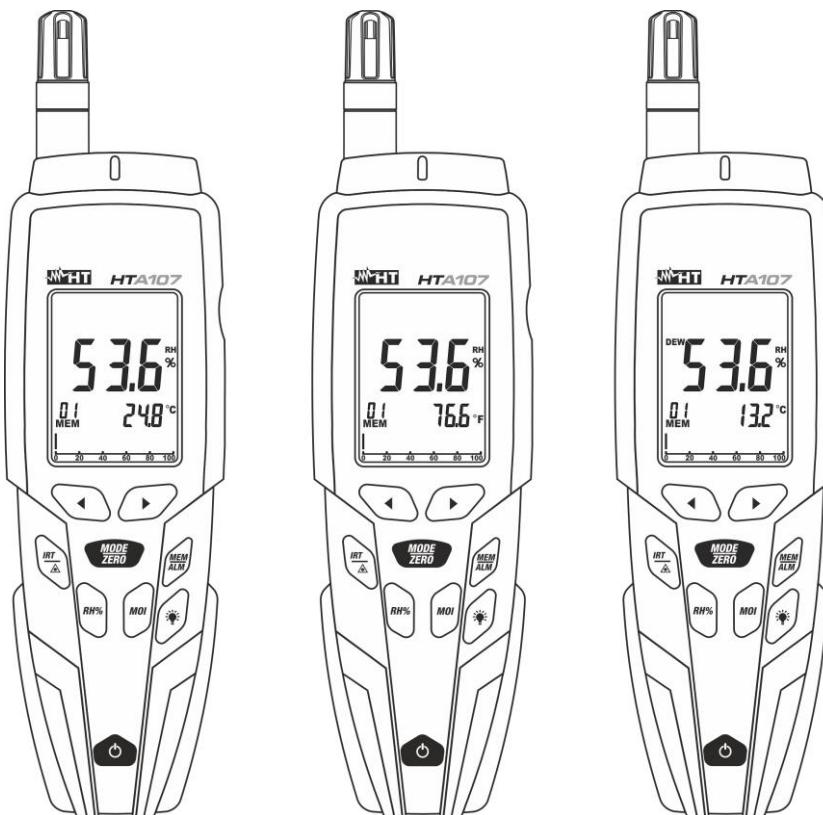

Fig. 7: Uso do instrumento para a medição da temperatura/humidade do ar
4. Premir o botão **MODE/ZERO** para selecionar a medição da temperatura de condensação e da humidade específica expressa em “g/kg” ou “GPP” (consultar o § 4.3.6). O valor da temperatura de Condensação é apresentado no display secundário (ver Fig. 7 – parte direita)